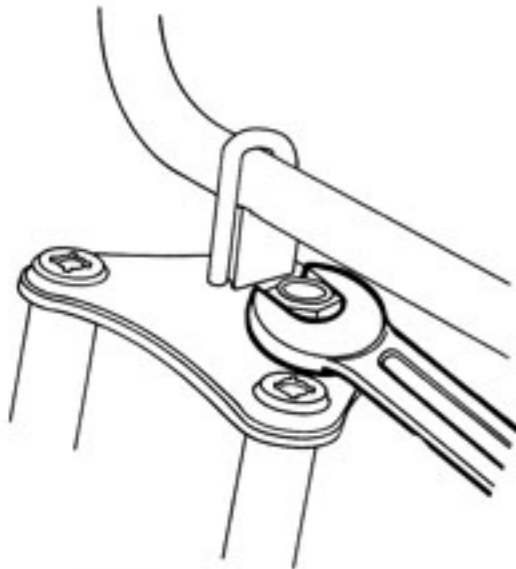

Fig. 1
- Dévisser l'écrou supérieur de pivot de direction (clé de 32 mm, Fig. 1).